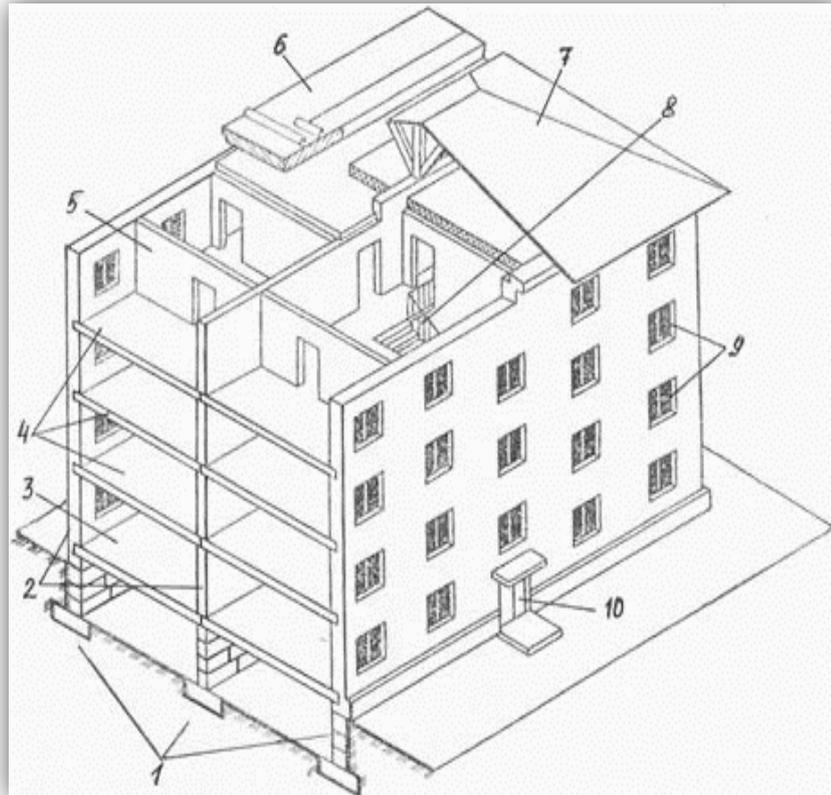
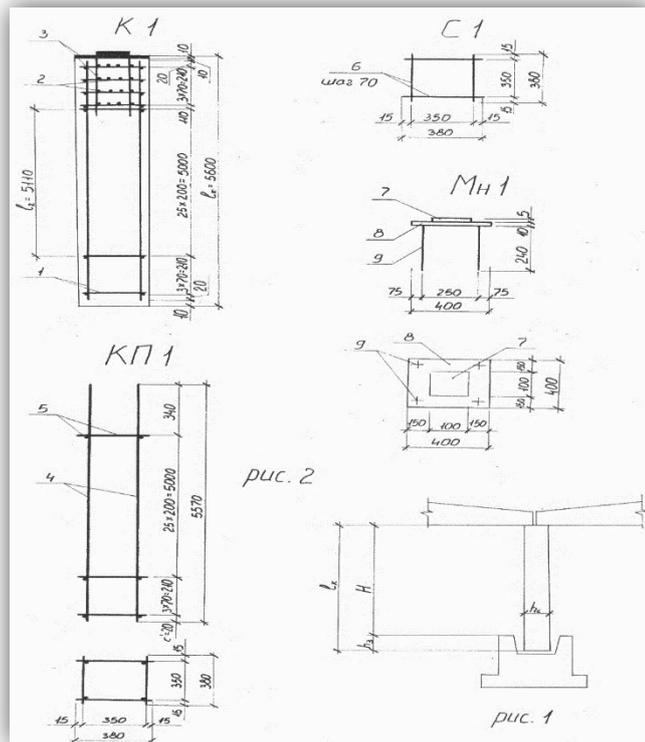

Рис.3. Конструктивные элементы гражданского здания
Рис. 1. Ведомость расхода стали на колонну
1.8 Конструирование колонны (рис.1, 2).
<p>Сборочные единицы  Детали  Материалы</p> <p>В раздел «Сборочные единицы» записывают арматурные каркасы, сетки, закладные детали. В раздел «Детали» записывают отдельные стержни и детали, состоящие из одного элемента. В разделе «Материалы» указывают класс бетона.</p> <p>В графе «Позиция» указывается номер, присваиваемый данному арматурному изделию или детали. Одинаковые изделия и детали имеют одинаковые порядковые номера.</p> <p>В графе «Масса ед., кг» записывается масса одного изделия (каркаса, сетки, стержня), в зависимости от заполняемой строки. Масса одного стержня определяется следующим образом:</p> <p>1) по сортаменту выписывается масса одного погонного метра стержня в соответствии с его диаметром;</p> <p>2) масса 1м умножается на длину данного стержня.</p> <p>Масса сетки определяется с учетом общего количества стержней данного вида, составляющих сетку.</p> <p>При заполнении спецификации и ведомости расхода стали на колонну вес пластин определяется с учетом их объема и удельного веса стали</p> $\rho = 7850 \text{ кг} / \text{м}^3$ <p>При размерах пластины 5 на 100 на 100 ее вес составит:</p> $0,005 \times 0,1 \times 0,1 \times 7850 = 0,39 \text{ кг}.$ <p>Спецификация арматуры на колонну на рис. 3</p> <p>1.10 Составление ведомости расхода стали.</p> <p>Ведомость расхода стали выполняется по форме, приведенной в приложении.</p> <p>Ведомость расходов состоит из трех разделов:</p> <p>«Напрягаемая арматура»</p> <p>«Изделия арматурные»</p> <p>«Изделия закладные»</p> <p>Так как в контрольной работе рассчитываются элементы, не содержащие предварительно напрягаемой арматуры, то первую графу можно исключить.</p> <p>В ведомость должны быть внесены все классы арматуры, применяемой в конструкции. В каждом классе перечисляются все диаметры арматуры данного класса. В колонке каждого диаметра записывается суммарный вес всех стержней этого класса и диаметра (на всю балку).</p> <p>Ведомость составляется на основании ранее заполненной спецификации арматурных изделий.</p> <p>Ведомость расхода стали на колонну указана на рис. 1.</p>